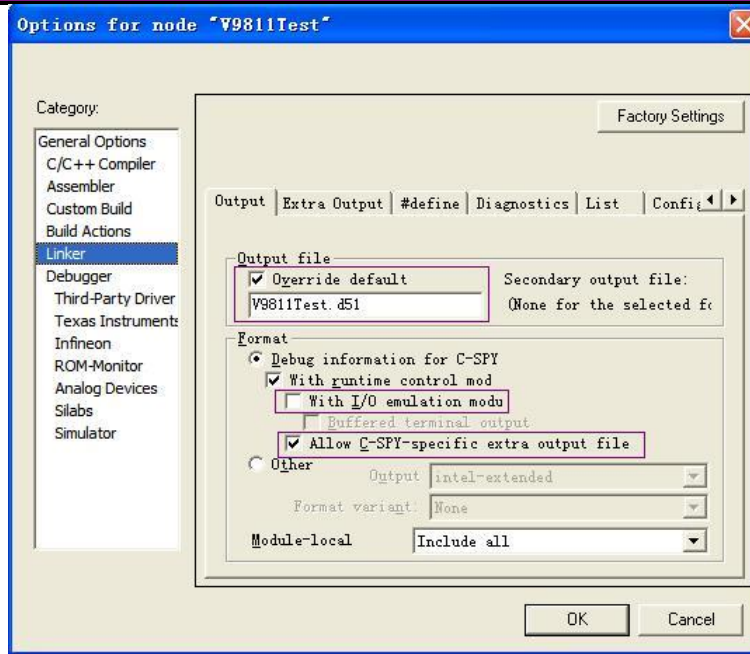
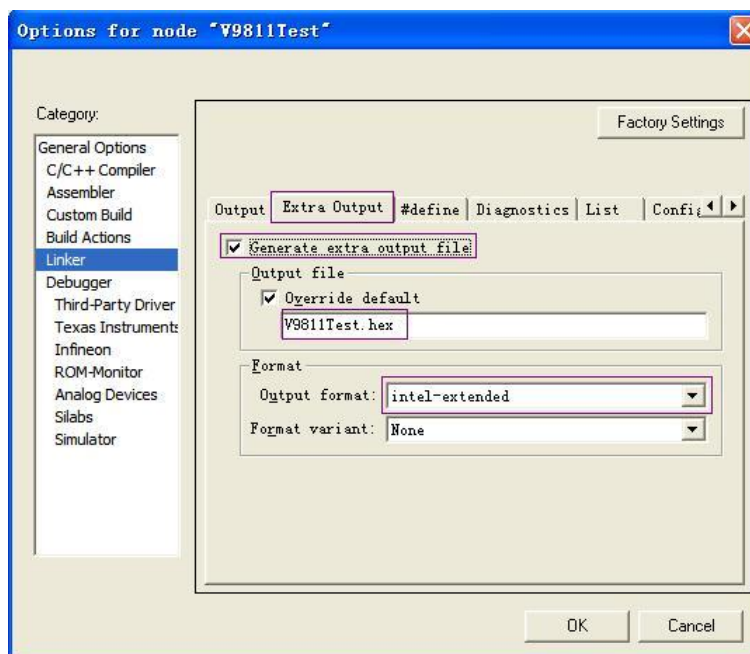

图 8 Linker ->Output 选项卡设置
图 9 设置 Linker ->Extra Output 生成 Hex 文件
5.5 如图 8、图 9 和图 10 所示进行 **Linker** 选项卡设置；